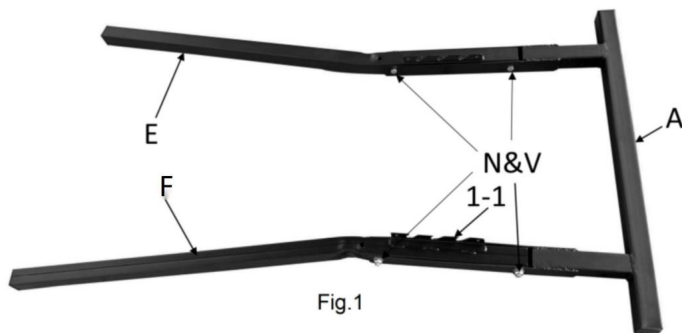

Fig.1
- Les références littérales entre parenthèses (A) renvoient au contenu.
1. Assemblez les pieds droit et gauche (E et F) au cadre de base (A). Insérez l'extrémité chaque pied dans les ouvertures du cadre de base et alignez les trous des boulons. La hauteur les encoches de réglage (Fig.1 1-1) seront à l'intérieur et les pieds doivent être inclinés vers l'extérieur. Fixez chaque pied avec un boulon de cadre (N) et un contre-écrou 1 (V). Insérez les deux boulon de jambe (N) et contre-écrou 1 (V), puis poussez les extrémités vers le bas pour fixer les jambes.